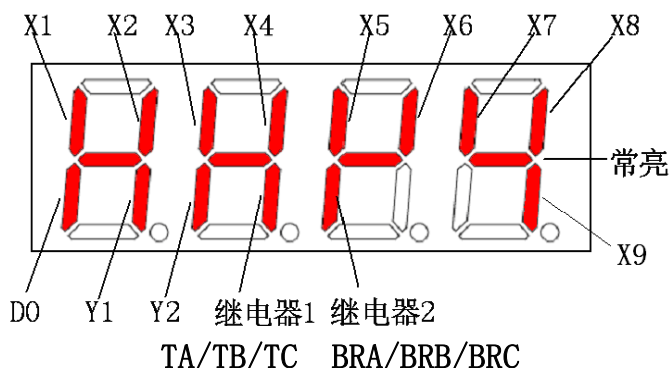

图6-28 端子状态
- ◆ 端子状态为4位数码管无单位显示, 具体含义如图6-28所示。